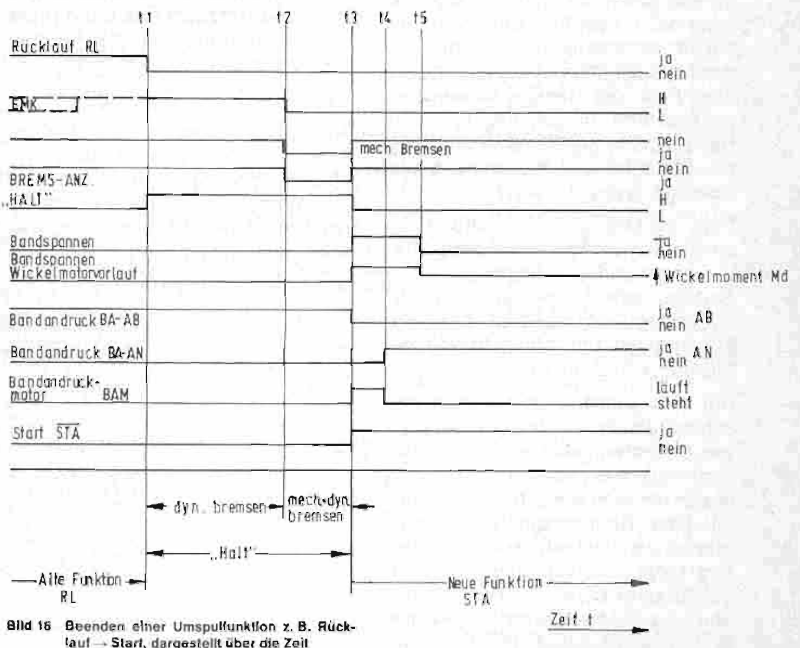

Bild 16 Beenden einer Umspulfunktion z. B. Rücklauf → Start, dargestellt über die Zeit
a) Beenden einer Umspulfunktion z. B. der Übergang von Rücklauf nach Start, dargestellt über die Zeit (Bild 16).